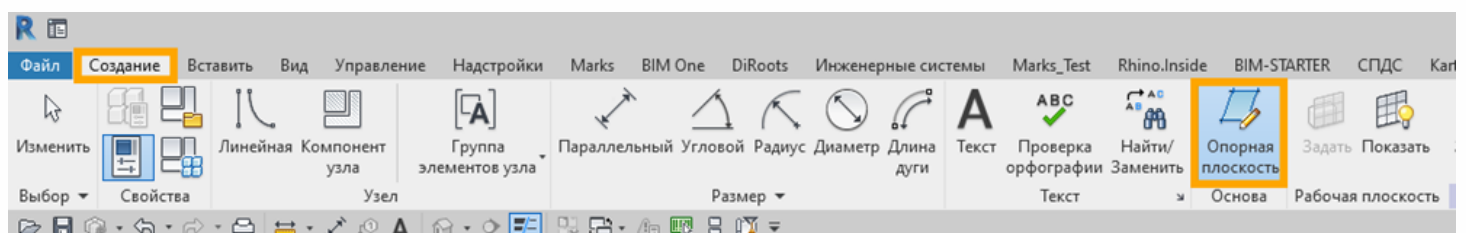

Рисунок 5
2. Создайте опорные плоскости, к которым будет привязана геометрия профиля. Инструмент на вкладке *Создание* (см. Рисунок 5).